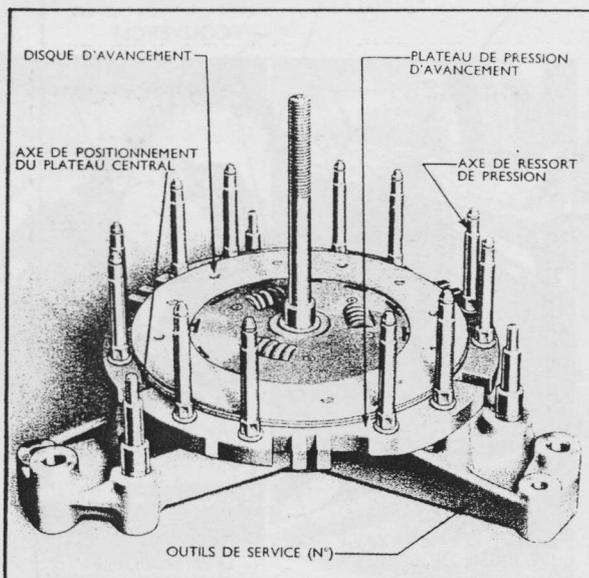

Fig. 8.
2. Centrer le plateau d'embrayage/tracteur sur les trois supports coulés à la base de l'Outil 7502 et, pour positionner plus facilement la plaque centrale d'entraînement, placer le plateau de telle sorte que le centre des trois fentes des axes d'entraînement soient déportés d'environ 28,57 mm dans le sens des aiguilles d'une montre par rapport aux ergots de positionnement (voir FIG. 8).
partie la plus large de la base de l'outil (voir FIG. 8).